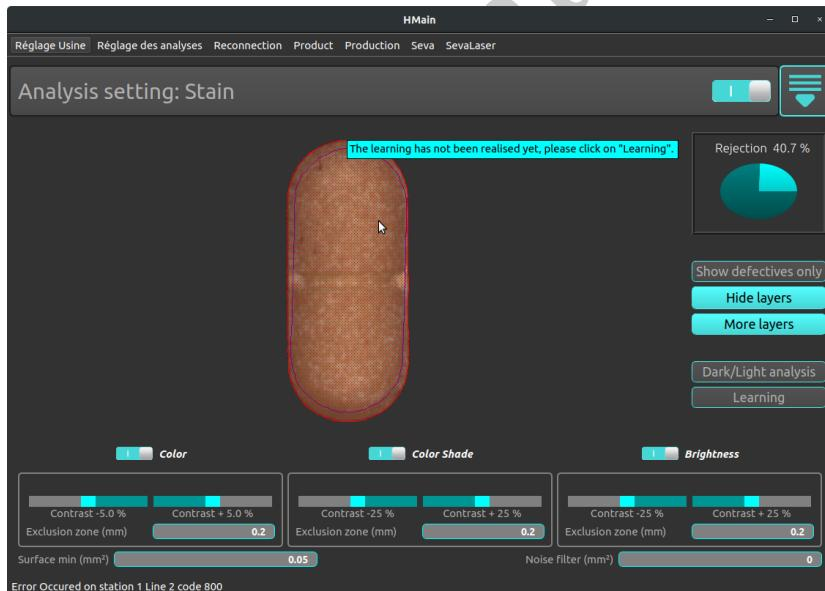

FIGURE 11.3 – Learning non réalisé pour l'analyse Taches
- Si l’apprentissage n'est pas réalisé alors le comprimé est jugé mauvais. voir fig. 11.3